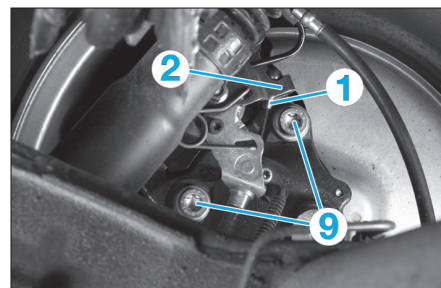

Fig. 3
- Désaccoupler le câble de frein de stationnement (1) du levier (2) (Fig.3).
- les vis (9) du support d'étrier (Fig.3).